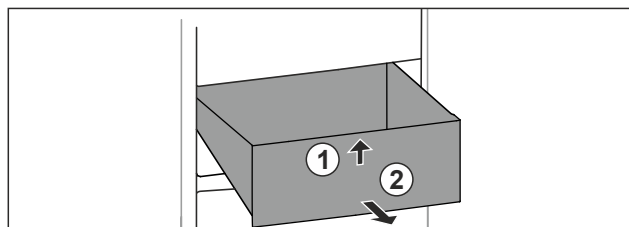

Fig. 92
- Nadvihnite zásuvku vpredu. Fig. 92 (1)
- Odoberte zásuvku dopredu. Fig. 92 (2)